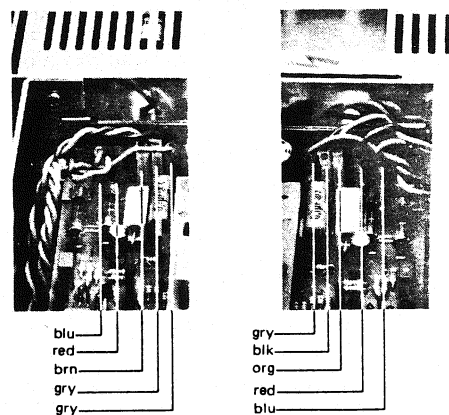

Fig. 2.6
2.7 Démontage du système de refroidissement et du POWER AMPLIFIER PCB 1.725.800 (fig. 2.6 et 2.7)
- Retirer cinq connecteurs plats de chaque côté du circuit imprimé POWER AMPLIFIER PCB 1.725.800 (fig. 2.6).